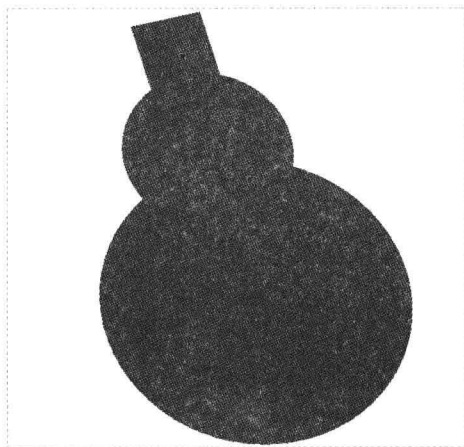

图 9-72 创建边界曲面
Step 04 单击“样式”选项卡“关闭”面板中的“确定”按钮✓，执行操作后，即可创建边界曲面，如图9-72所示。